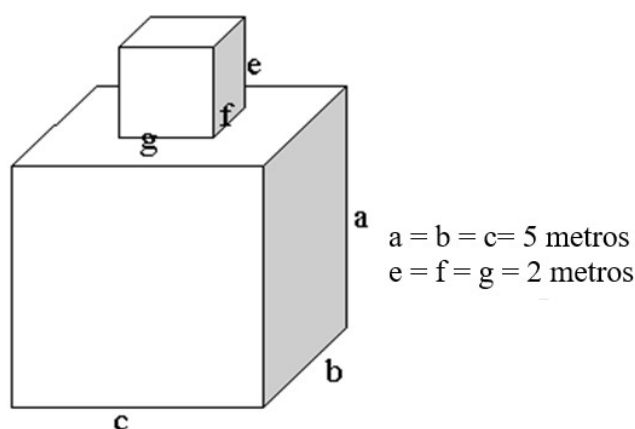

Figura 5
18. ¿Cuál es el peso aproximado de un bloque de hormigón macizo con la forma y dimensiones especificadas en la figura 5 (dos cubos de hormigón macizos solidarios entre sí, uno de 5x5x5 metros y otro de 2x2x2 metros) sabiendo que el hormigón del que está compuesto tiene una densidad de 2,5 toneladas por metro cúbico y una resistencia de 20 N/mm²?